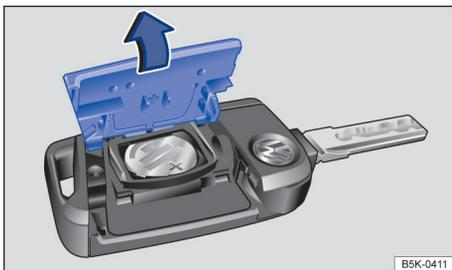

图 42 汽车钥匙：打开电池盒盖
- 用一合适的器具（例如，硬币）沿⇒图 42 箭头方向拆下汽车钥匙后侧的盖板⇒①
- 安装电池盖板，然后沿⇒图 42 箭头相反方向将其扣到汽车钥匙上，直至其卡定。